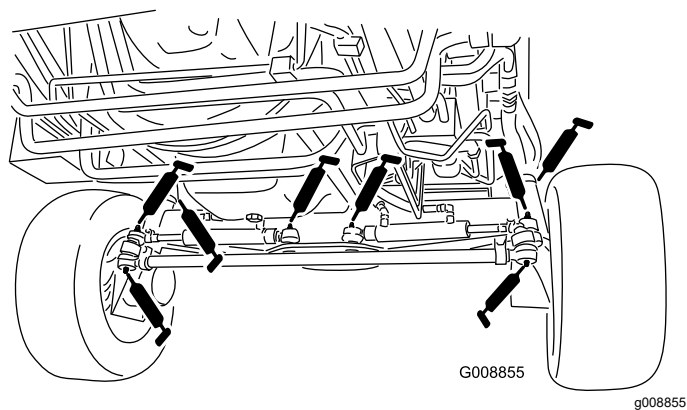

Figura 81
- 4 articulaciones esféricas del cilindro de dirección (Figura 81)
- 2 articulaciones esféricas de las bielas (Figura 81)
- 2 casquillos del pivote de dirección (Figura 81)